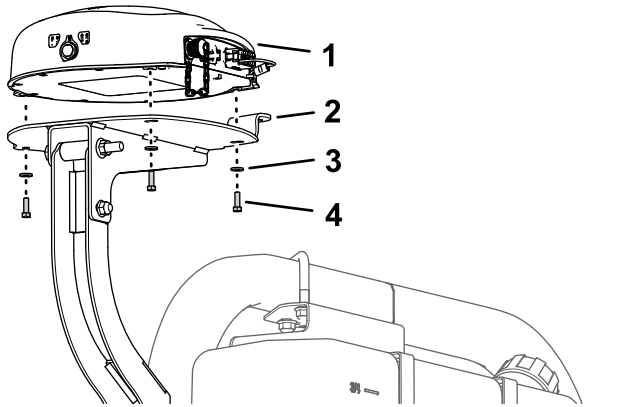

Figura 158
- Alinhe os três roscados na base do recetor de navegação com os três orifícios na montagem do recetor (Figura 158).
- Monte o recetor na montagem (Figura 158) com os três parafusos com cabeça sextavada (5 x 16 mm) e as três anilhas (5 mm).